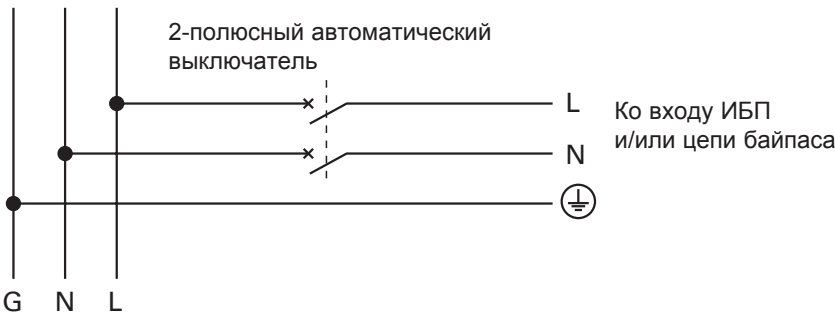

Рисунок 8. Защита на входе ИБП.
- 1. Рекомендуемая аппараты защиты на входе ИБП (см. Рис. 8)